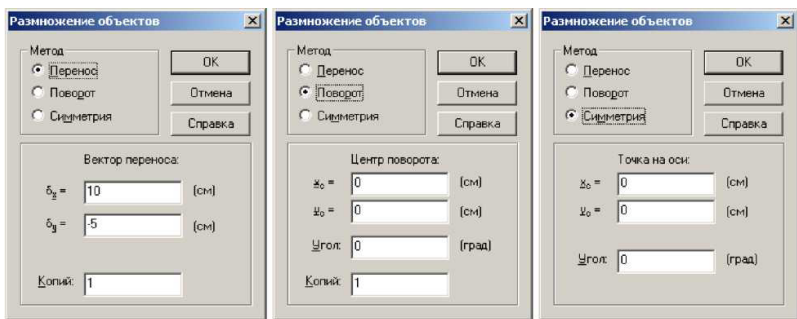

Рис. 36. Диалог «Размножение объектов» для разных методов дублирования
3. Когда на экране появится диалог «Размножение объектов» (рис. 36), выбрать метод преобразования, ввести его параметры и нажать ОК.